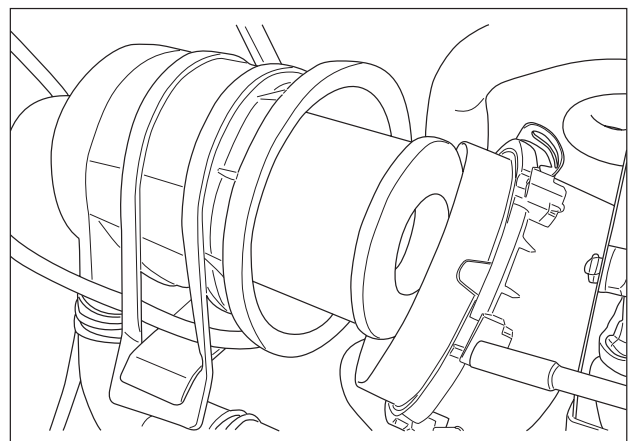

ABB. 137
**ABB. 137:** Die Klemmen lösen und den Deckel abnehmen. Das Filterelement herausnehmen. Das Element und die Dichtungen auf Beschädigungen und Brüchigkeit untersuchen. Ist das Element in irgendeiner Weise beschädigt, muss es ausgetauscht werden.